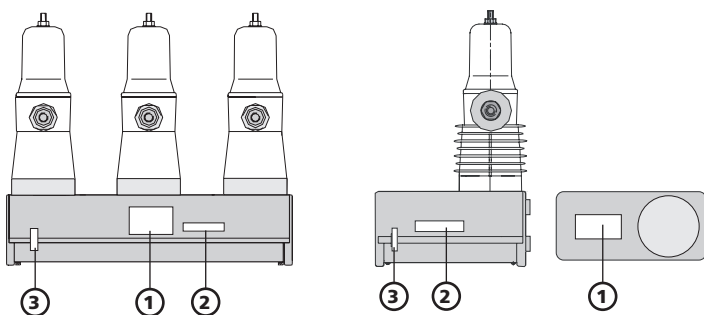

Fig. 18
- Deterioro de los precintos (fig. 18 y 19).
Disposición de las distintas placas. (fig. 18 y 19):